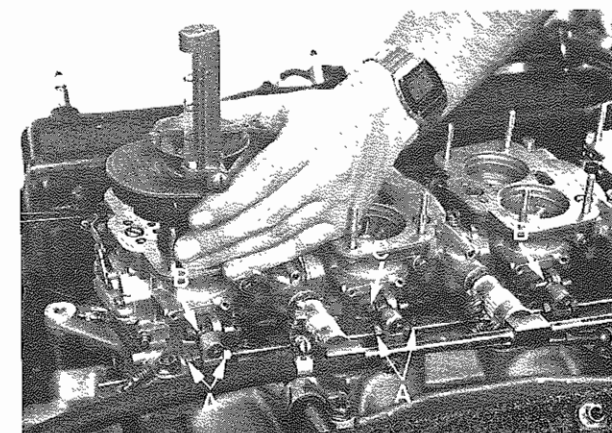

Fig. 16 - A - Dadi regolazione tirante
- 3) Allentare completamente i dadi di regolazione tirante comando farfalle A (**Fig. 16**). Controllare che il tirante scorra liberamente sulle leve.
- 4) Allentare le viti di registro farfalle B. Portare a contatto con la leva e serrare di un giro solo la vite registro 3° carburatore C (**Fig. 16**).
- 3) Completely slacken throttle A control rod adjustment nuts (**Fig. 16**). Verify that the rod is moving freely on the levers.
- 4) Loosen throttle B adjustment screws. Bring to contact with the lever and lock 3rd carburettor C adjusting screw of one turn only (**Fig. 16**).